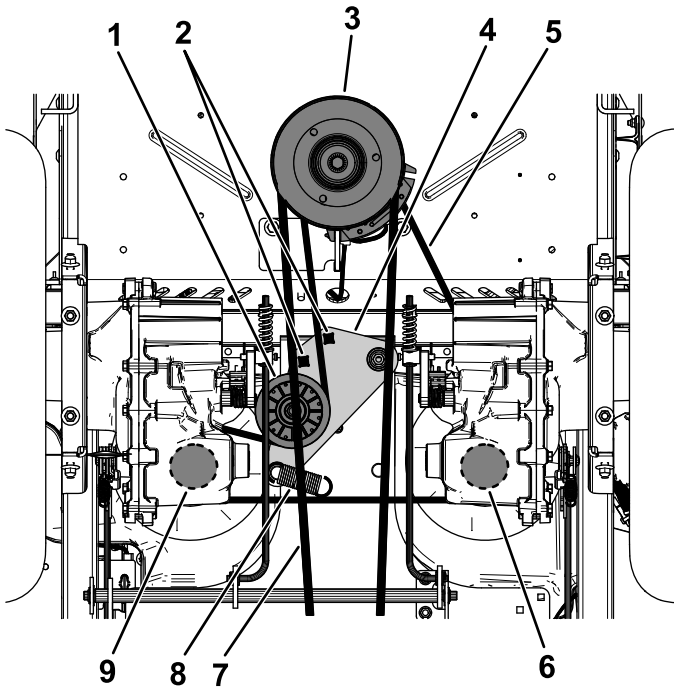

Figura 60
5. Inserite un cricchetto da $\frac{1}{2}$ " o una chiave a bussola a snodo in uno dei fori quadrati del braccio di rinvio per rimuovere la tensione della molla del tendicinghia (Figura 60).
6. Rimuovete la cinghia esistente dalla puleggia tendicinghia, dalle 2 pulegge di trasmissione della pompa idraulica e dalla puleggia del motore (Figura 60).
7. Montate la nuova cinghia attorno alla puleggia tendicinghia, alla puleggia del motore e alle 2 pulegge della pompa idraulica (Figura 60).